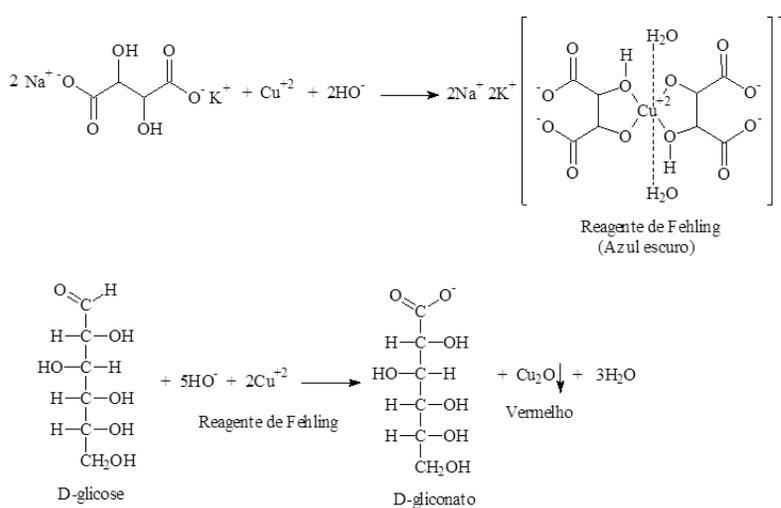

Figura 6 - Reação de Fehling.
o hidróxido é estabilizado formando um complexo azul escuro com o tartarato (Figura 6). Em seguida o Cu (II) é reduzido a Cu (I) e o aldeído oxidado a carboxilato, originando um precipitado amarelo ou vermelho de Cu2O (Figura 6).